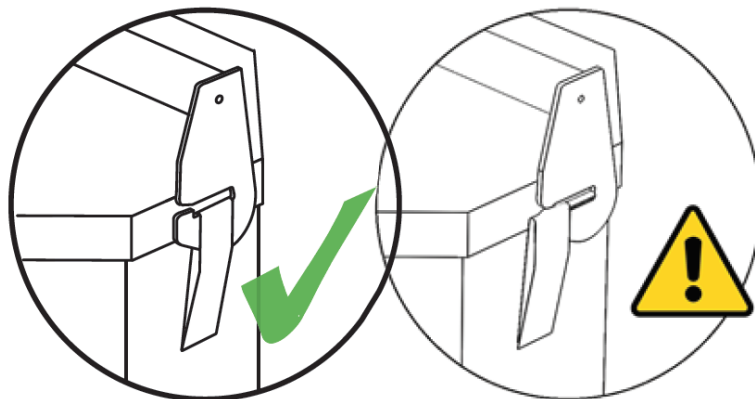
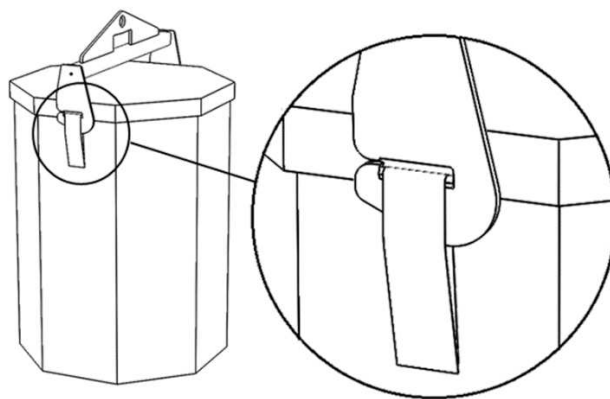

Bild. 1
Fig. 2
- Det finns en risk för oavsiktlig avhakning om lyftokets läge inte är korrekt inriktat med lyftstroppens position under lyft. Bild 1
4. Lyftoket ska monteras enligt bild 2
5. Se till att lyftstropparna på båda sidorna är helt fästa och stannar kvar i hakarna medan ESAB MARATHON PAC™ lyfts. Se bild 2 för korrekt och bild 1 för felaktig användning